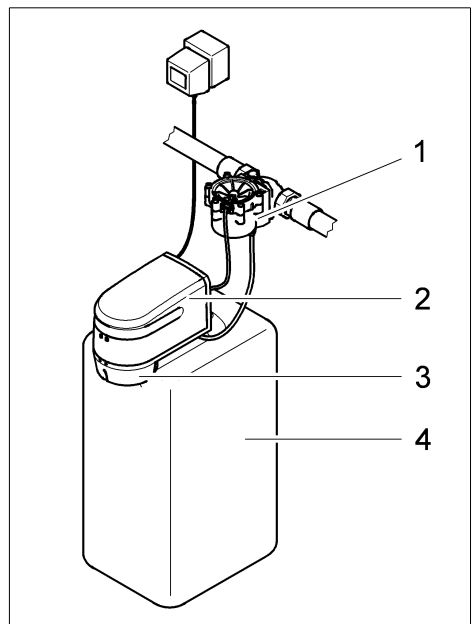

Abb. 10: Einbau JJP 10 - 60
Die Dosierpumpen JJP 10, JJP 25 und JJP 60 werden direkt auf den Dosierbehälter aufgesetzt (siehe Abb. 10). Der Wasserzähler (1) wird direkt an den Einbaudrehflansch montiert (siehe Kapitel „Montage der Dosierpumpe“).